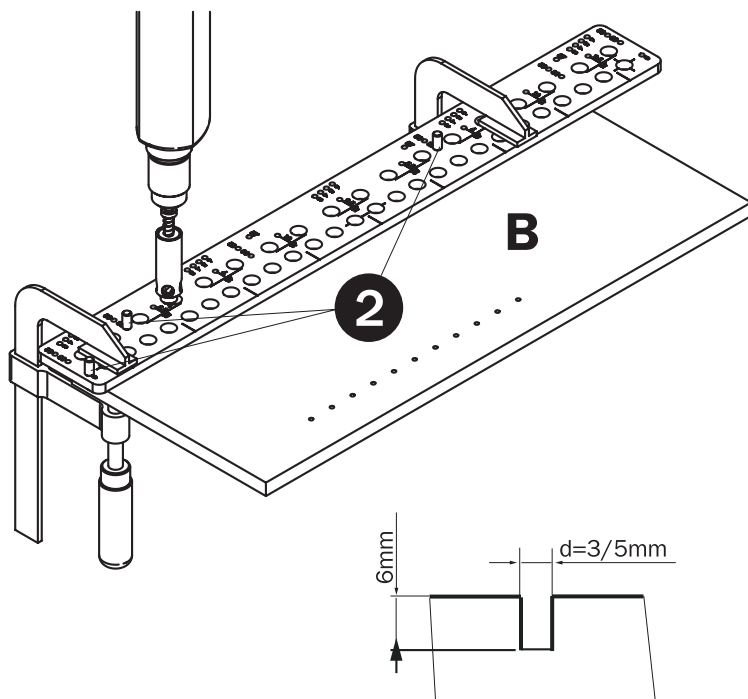

Fig. 9
Introduzca dos mandriles (pos. 2) en los agujeros 50 y un tope (pos. 2) en el agujero 0 en el margen de la plantilla. Coloque **CMT900** sobre la pieza de trabajo de modo que los dos mandriles en los agujeros 50 adhieran al borde anterior de la pieza de trabajo y que el tope (pos. 2) en el agujero 0 adhiera al borde superior de la pieza de trabajo. Utilizando los agujeros 50, coloque los soportes para estantes a una distancia de 50mm del borde anterior. Utilice el adaptador portabroca **CMT400-1** con la broca para agujeros no pasantes, de acuerdo con el diámetro del soporte para estantes (**Fig. 9**).